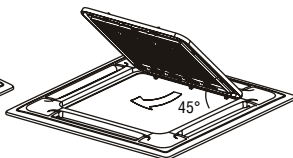

Рис. 9
- б) Поверните решетку на угол 45° и выньте ее (рис. 9).